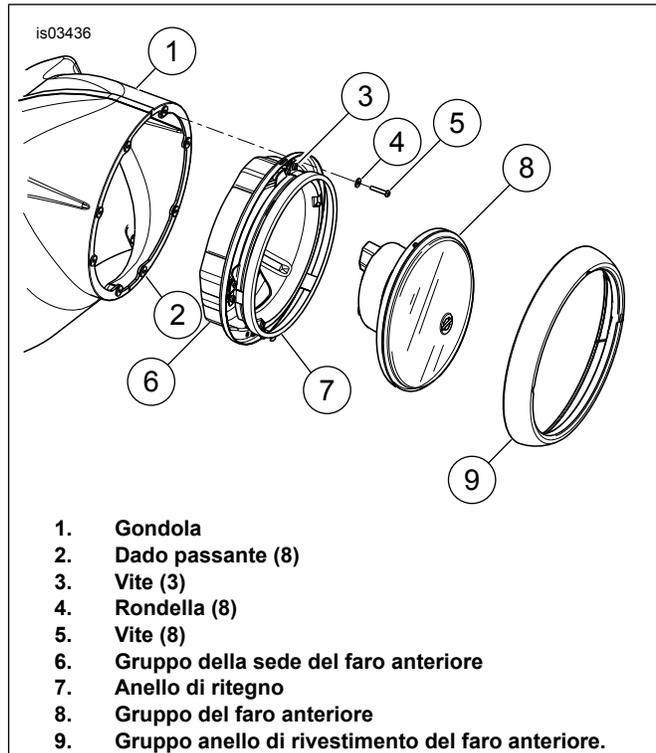

Figura 6. Installazione del faro anteriore
15. Vedere Figura 6. Montare nella sede del faro anteriore (6) il gruppo del faro anteriore precedentemente rimosso (8) usando il **nuovo** anello di ritegno (7) e tre viti (3).